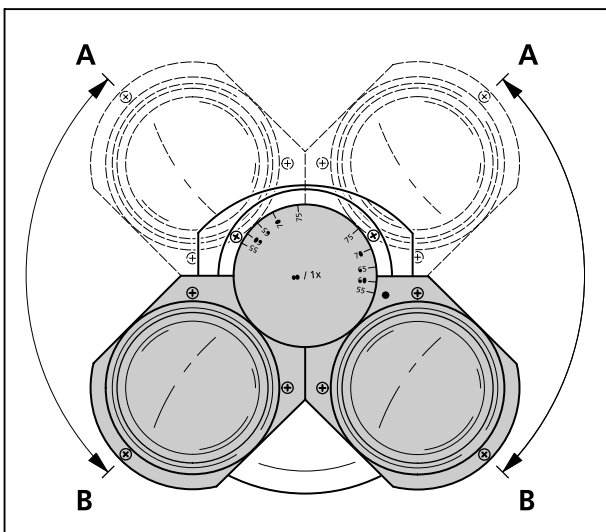

Bild 3-35 Einblickhöhe am binokularen Tubus einstellen
- Einblickhöhe durch Schwenken der Okularstutzen nach oben (Bild 3-35/A) oder nach unten (Bild 3-35/B) den individuellen Bedürfnissen anpassen.